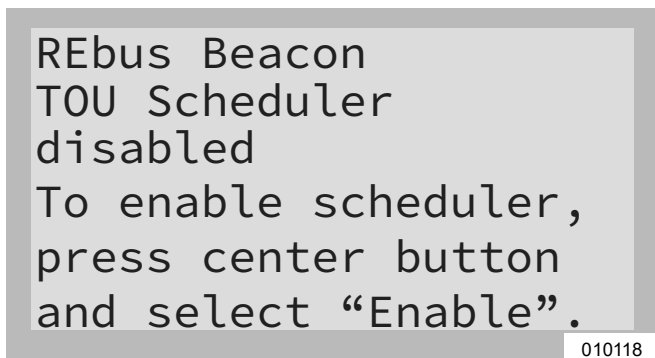

Figura 6-19. Activación de Beacon (1 de 2)
1. Consulte la Figura 6-19. Navegue hasta la página de dispositivo Beacon y presione el botón central para ingresar al menú del dispositivo.